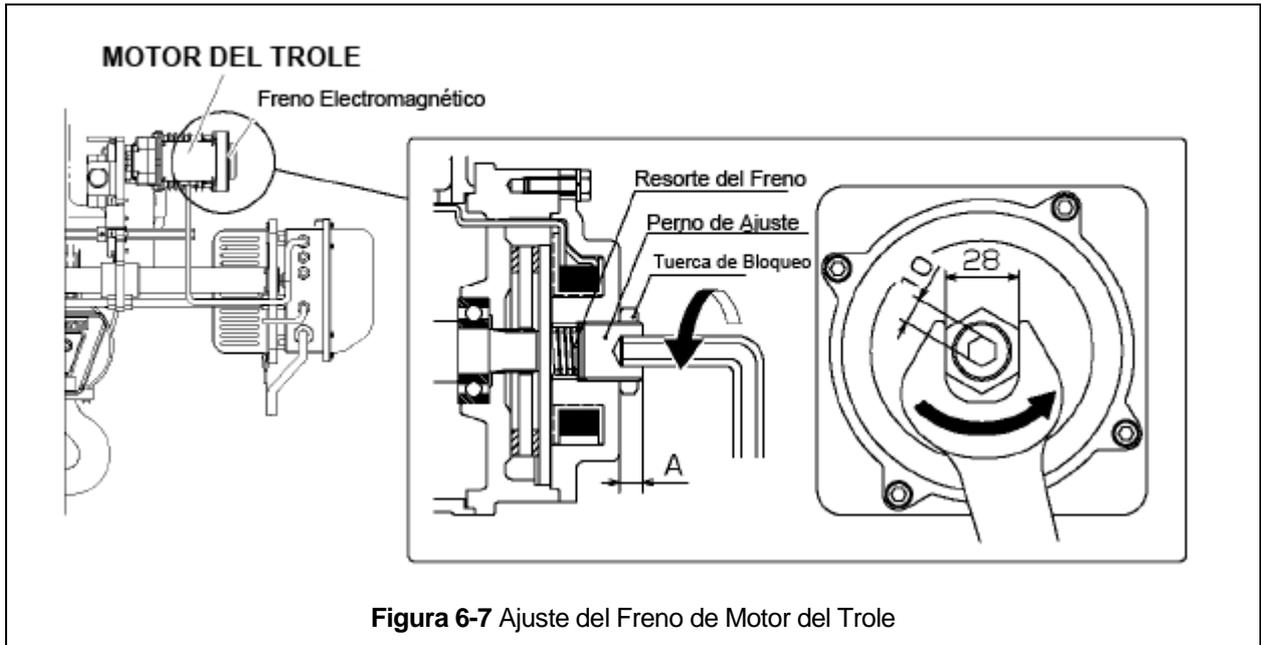

Figura 6-7 Ajuste del Freno de Motor del Trole
- 6.5.4 Revisión del Freno de Motor - Consulte la **Figura 6-7**
- 2) El Freno de Motor del Trole viene configurado / ajustado de fábrica para una fuerza de frenado óptima. El esfuerzo de torsión del freno se puede cambiar de acuerdo con el desgaste del freno. El esfuerzo de torsión del freno se puede cambiar cambiando la cantidad de proyección (Dimensión A) del Perno de Ajuste en la parte posterior del motor del trole. Utilice la **Figura 6-7** y la **Tabla 6-10** para ajustar el freno de motor del trole según sea necesario.